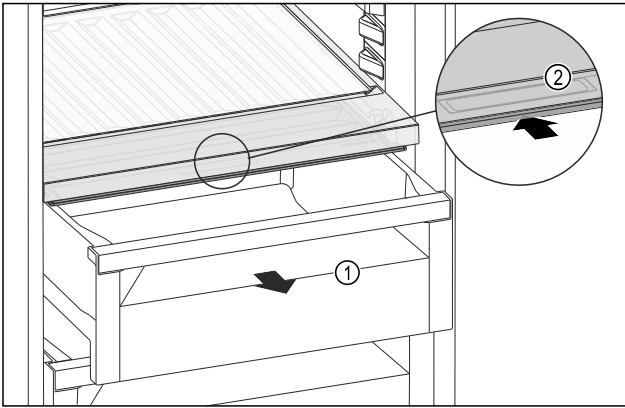

Fig. 229
- ▶ Húzza ki a fiókot Fig. 229 (1).